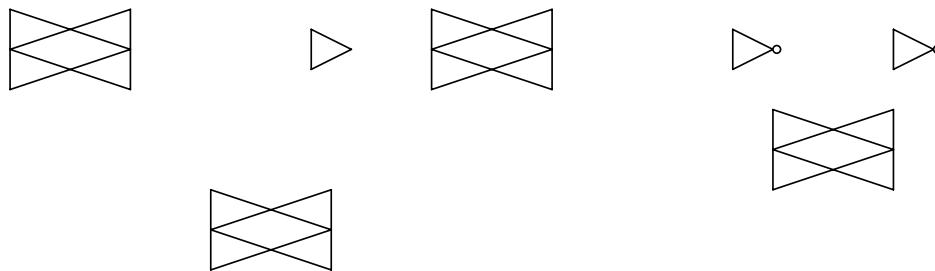

Abbildung 4.1: Transfergates, Treiber, Inverter zum Aufbau eines D-Flip-Flops
- a) In Abbildung 4.1 sind vier Transfergates, ein Treiber sowie zwei Inverter gegeben. Vervollständigen Sie die Schaltung derart, dass Sie ein vorderflankengetriggertes D-Flip-Flop erhalten! Verwenden Sie hierzu die Steuersignale  $T$  und  $\bar{T}$ , ein Eingangssignal  $D$  sowie die Ausgangssignale  $Q$  und  $\bar{Q}$ !